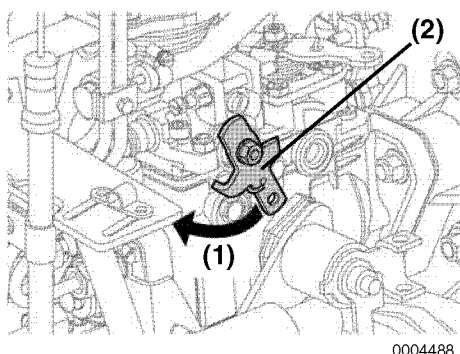

Figure 21
Azionare il motorino di avviamento mentre si afferra e si muove (**Figure 21, (1)**) la leva del cambio (**Figure 21, (2)**) per arrestare il flusso di carburante.